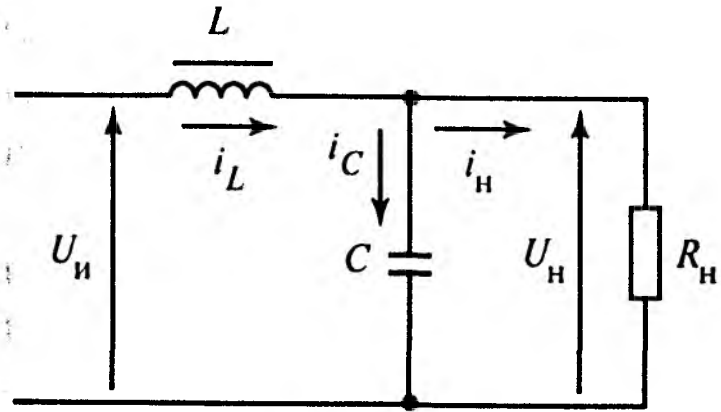

Рис.4
8. На выходе автономного инвертора напряжения поставлен LC -фильтр (рис.4). Определить: а) параметры LC -фильтра, если $R_H = 100$ Ом, $\rho = R_H$, $f_H = 50$ Гц; б) коэффициент передачи основной гармоники $K_{\Phi(1)}$ и коэффициенты передачи третьей $K_{\Phi(3)}$ и пятой $K_{\Phi(5)}$ гармоник.